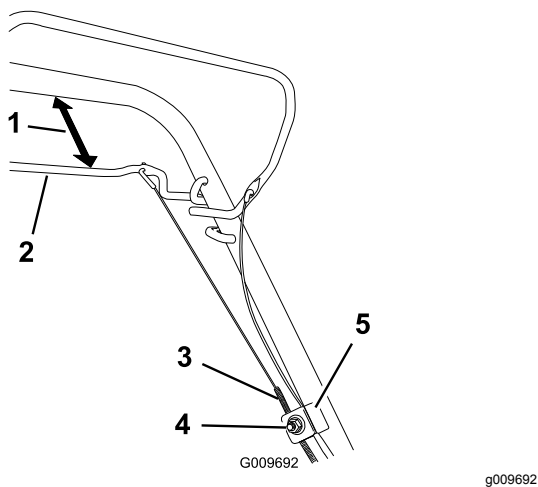

Рисунок 27
1. Ослабьте гайку держателя троса (Рисунок 27).
2. Удерживайте зазор величиной от 25 до 38 мм между штангой управления самоходным приводом и рукояткой (Рисунок 27).
3. Потяните трос (по направлению к машине), пока он не ослабнет (Рисунок 27).